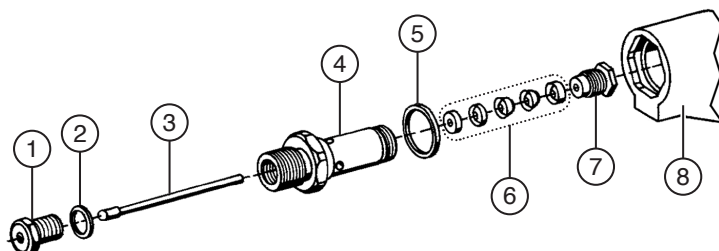

Fig. 17: Set di tenuta e ago della valvola
3. Inserire la chiave a brugola inclusa nella fornitura in uno dei fori del manicotto di guida (vedi Fig. 17 a pagina 41).
4. Ruotare il manicotto di guida finché il perno filettato è posizionato nello spazio libero del corpo della pistola (vedi Fig. 17 a pagina 41).